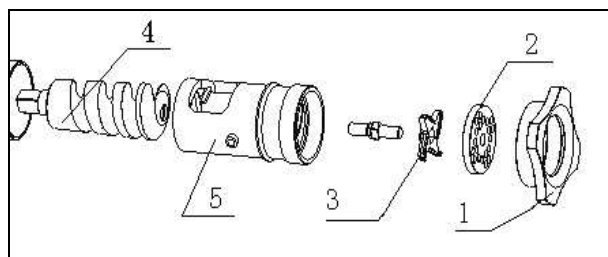

Fig.6: Removendo os componentes
Nota: Antes de usar o aparelho, assegure-se de que todos os componentes que podem ser removidos estão seguros na posição (ver fig. 6)
8.2. PROCEDIMENTOS PARA REALIZAR A LIMPEZA DO APARELHO (VER FIG. 6)